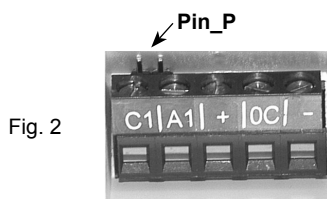

Fig. 2
1. Puentee los dos contactos PIN_P situados detrás de la bornera (Fig. 2).